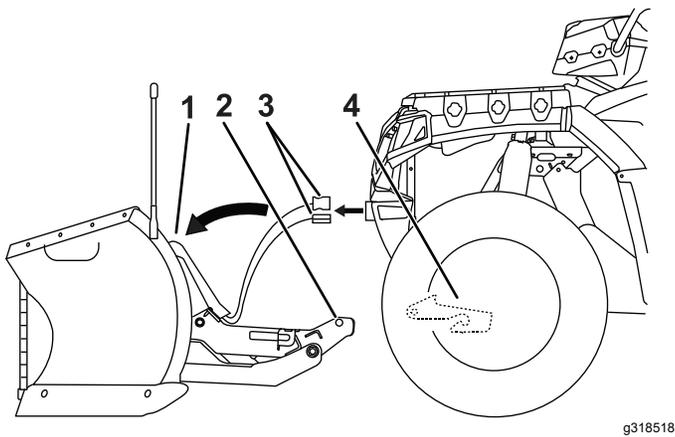

Figure 18
3. À l'aide de la poignée du dispositif d'accouplement, abaissez complètement la tour d'accouplement (Figure 18).
- Débranchez le faisceau du chasse-neige du faisceau du véhicule, et remettez les chapeaux de protection sur les connecteurs électriques (Figure 18).